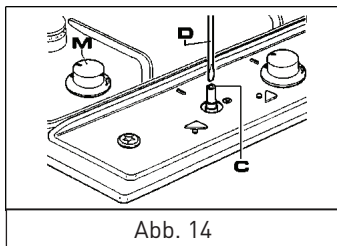

Abb. 14
- Ziehen Sie den Schalter „M“ (Abb. 14) vom Hahn ab, er ist einfach auf die Stange aufgesteckt.
- Stecken Sie einen kleinen Schraubenzieher „D“ in das Loch „C“ (Abb. 14) und drehen die Schraube nach rechts oder links, bis die Brennerflamme richtig für die Minimalstellung (kleine Flamme) eingestellt ist.